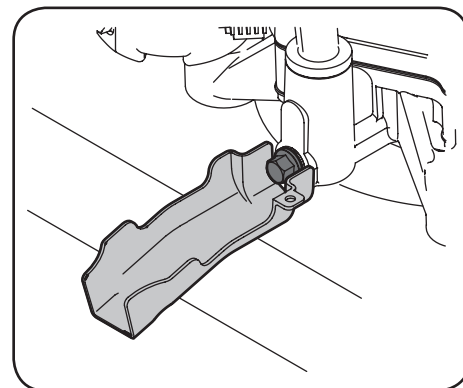

Figura 4-2
4. Coloque el extremo pequeño de la manga de drenado en el cárter de aceite. Consulte la Figura 4-2.